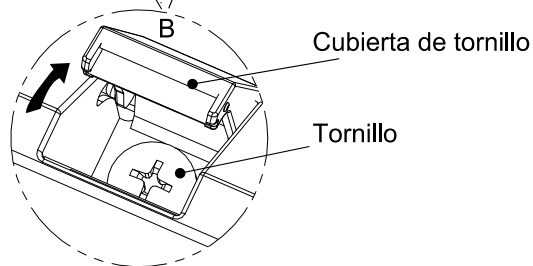

Fig. 10
- 3) En la posición B, abra las tapas de los tornillos como se muestra en la Fig. 10 y retire los tornillos.